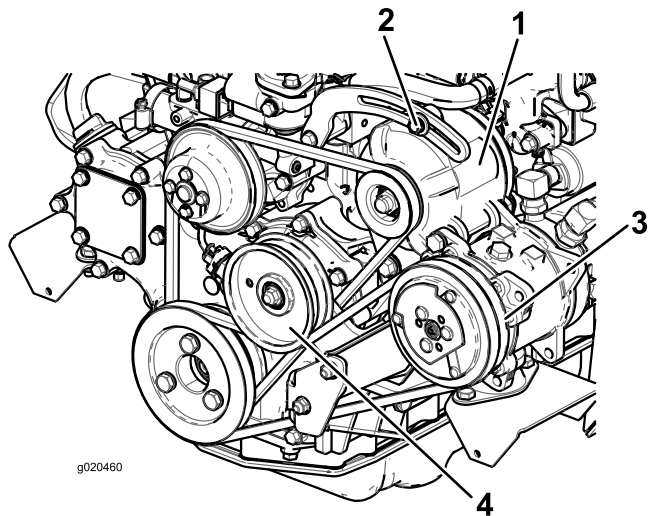

Рисунок 72
Если прогиб не равен 10 мм, ослабьте болты крепления генератора (Рисунок 72).
2. Для установки величины отклонения 10 мм ослабьте болт крепления натяжного шкива (Рисунок 72).